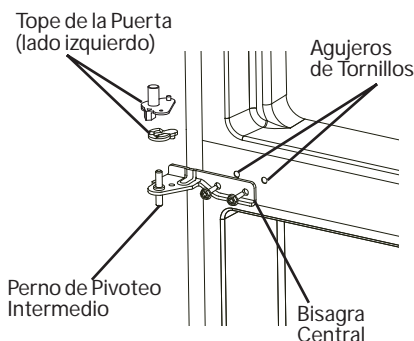

Fig. 8
6. Para instalar la puerta del refrigerador: alinee el agujero inferior izquierdo de la puerta del compartimiento del refrigerador sobre el perno de la bisagra inferior. Mueva la puerta hacia adelante para que quede derecha y alineada con la bisagra central. Instale la bisagra central nuevamente, y gire el perno de la bisagra hasta que ingrese completamente en el cuerpo de la puerta. Asegure la misma con los tornillos provistos. (Lea la Fig. 8).